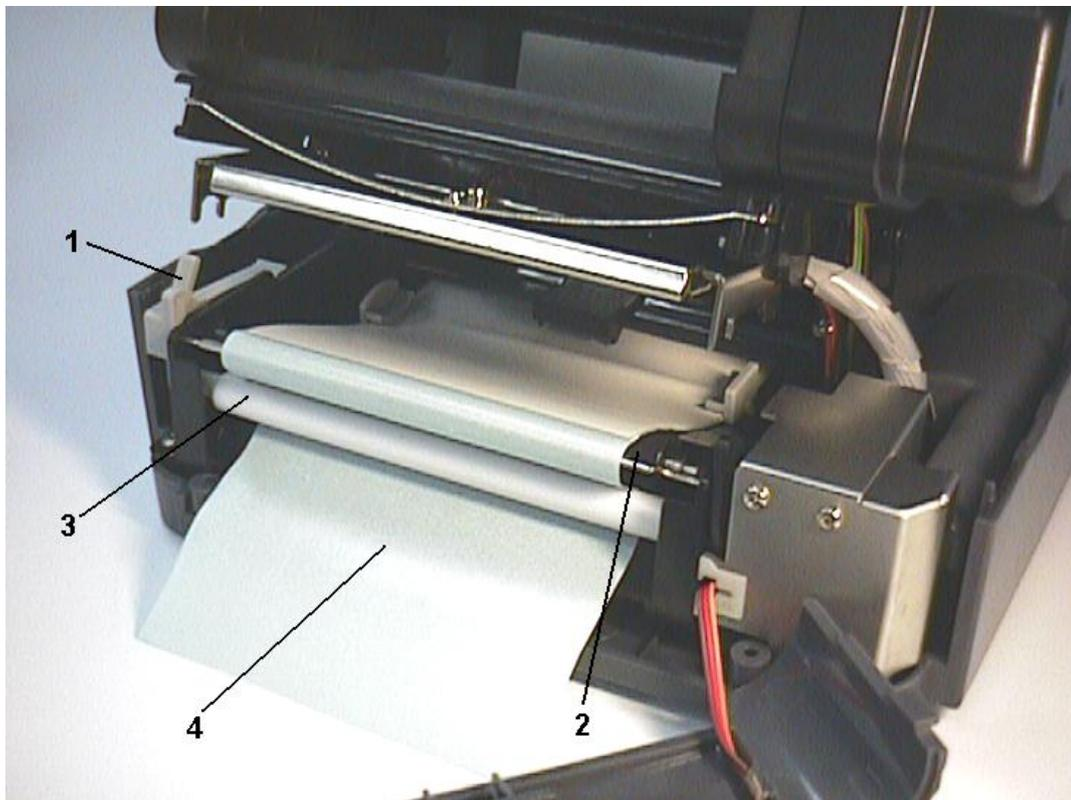

Figura 7. Configuración de la impresora para la función “auto-separación”
2. Quite, rompiéndolas, una o dos de las primeras etiquetas del soporte de etiquetas, según el caso. Alimente el papel respaldo entre la bandeja y el rodillo blanco de “auto-separación”, tal y como se muestra en la Figura 7.